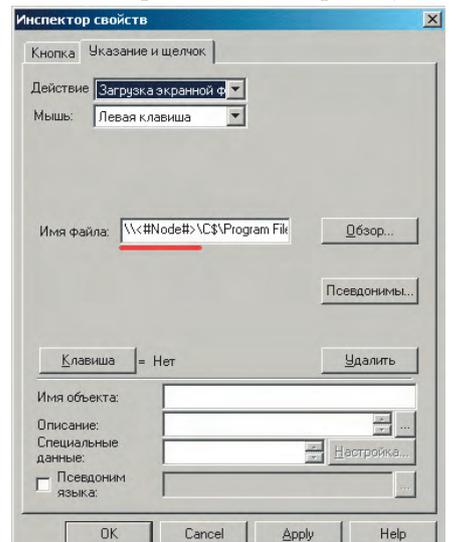

Рис. 7. Кнопка, открывающая форму: глобальный псевдоним в качестве имени узла
2. Создайте кнопку, открывающую экранную форму. В строке, определяющей путь и имя файла экранной формы, замените имя узла глобальным псевдонимом, как показано на рис. 7.